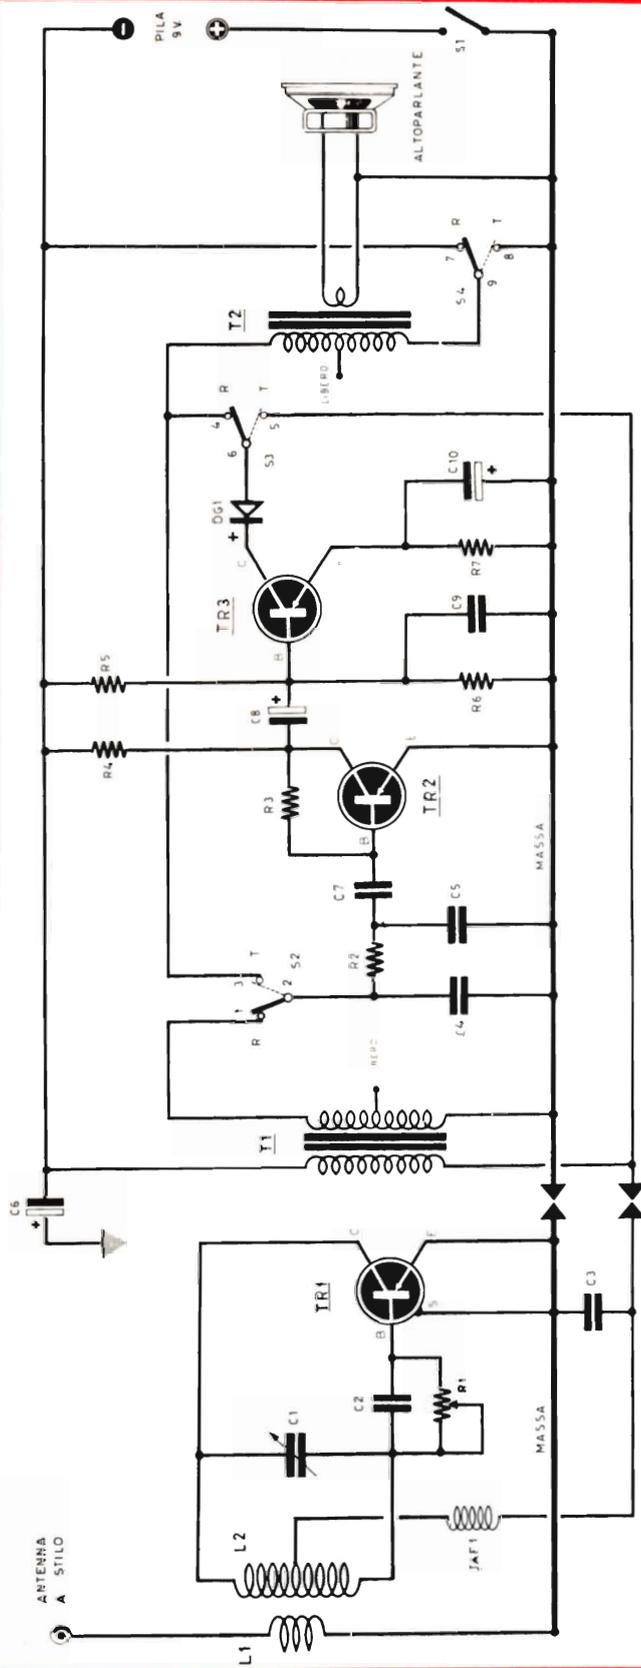

Fig. 8 - SCHEMA ELETTRICO COMPLETO DEL RADIO-TELEFONO PER 144 MH/Z:
Fig. 8 - Il primo corpo celeste verso cui si punterà il telescopio sarà senza dubbio la LUNA. Questo satellite apparirà al vostro occhio in tutta la sua inanimata bellezza, suggestiva più che in qualsiasi fotografia. I crateri vi risulteranno così chiari e ben definiti che potrete individuare le ombre che gli stessi proiettano sulla superficie dei mari, così vengono chiamati le depressioni del suolo lunare.
**Fig. 3 -** Schema elettrico della versione « Ricevitore per VHF ». Nonostante le modeste dimensioni ed il limitato numero di componenti, questo ricevitore è molto sensibile. Con esso si possono ascoltare le trasmissioni degli aerei in volo, quelle delle stazioni meteorologiche, della polizia, ecc. Non poca cosa se si pensa che il ricevitore impiega solo tre transistor! I valori dei componenti sono indicati a fig. 8 a pag. 267. Nello schema abbiamo ben distinto la parte BF da quella AF. Le frecce indicano il collegamento tra i due stadi.